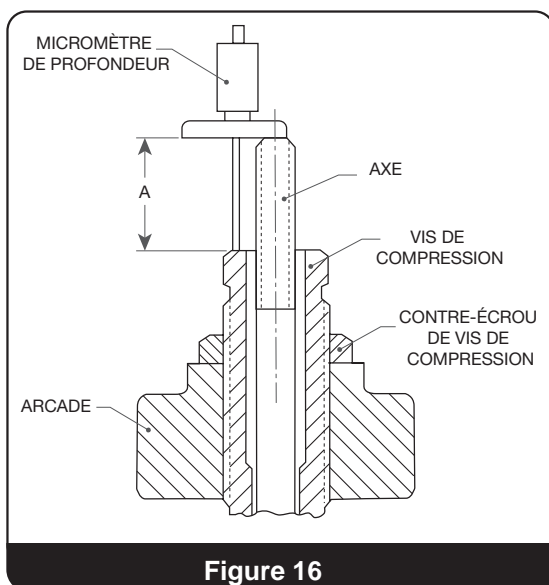

Figure 16
**Remarque : Pour toutes les soupapes de sûreté série 2700 Consolidated, un tour de la butée de levage équivaut à 1,59 mm (0,063 po) de levage. Il y a six (6) crans sur la butée de levage, de sorte que chaque cran de réglage représente environ 0,25 mm (0,010 po) de levage.**
26. Voir la Figure 16 et établir la dimension A par rapport à celle précédemment enregistrée dans l'étape XI.B.4 de la section « Démontage ».